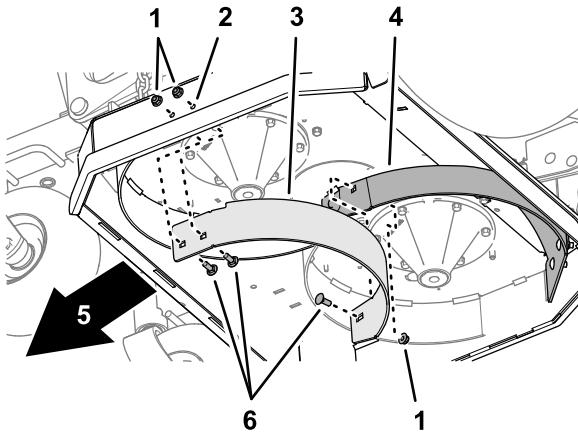

Bild 11
1. Entfernen Sie die drei Schlossschrauben ( $\frac{3}{8}$ " x 1") und die drei Sicherungsbundmuttern ( $\frac{3}{8}"), mit denen das linke Ablenkblech an der Seite des Mähwerks und an das rechte Ablenkblech befestigt ist, und entfernen Sie das linke Ablenkblech (Bild 11).$